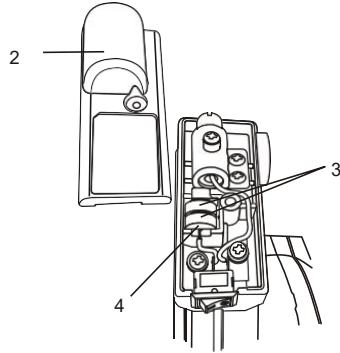

Fig. 13
3. Levante la cubierta del láser (2) de la parte superior del ensamblaje del láser Fig. 13).
4. Retire las dos baterías viejas (3).